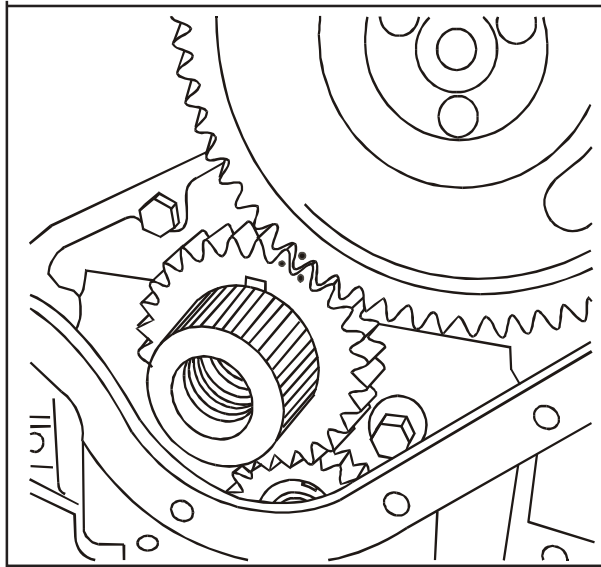

FIG 16
9. Monte a engrenagem intermediária, posicionando as marcas de sincronismo corretamente com a engrenagem da árvore de manivelas, **Fig. 16.**